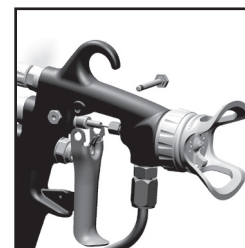

Fig. 7
1. Retirer la gâchette en enlevant la vis et l'écrou qui la retiennent. (Voir fig. 7)
9. Remettre la gâchette ainsi que la vis et l'écrou de fixation. (Voir fig. 7)